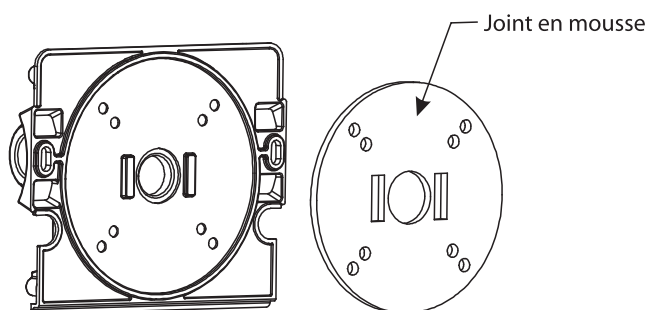

Fig. 4
4. Appliquer le joint en mousse (fourni) sur la surface externe de la plaque arrière du boîtier en retirant le film plastique jaune et en le collant sur la plaque arrière du boîtier, comme indiqué à la figure 4.